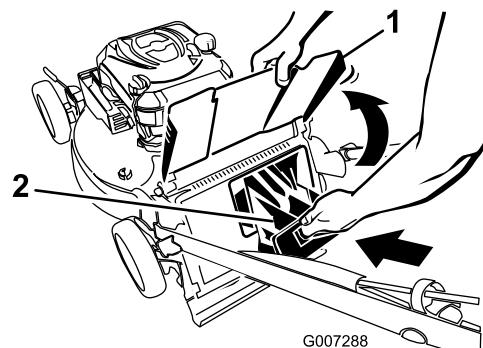

Рисунок 26
4. Установите заднюю выпускную пробку (Рисунок 26).